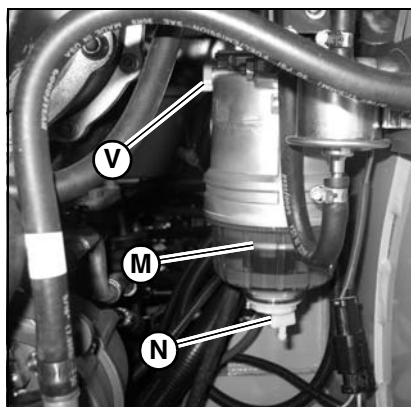

Figura 95 – Separador de agua
3. Inspeccione el separador de agua (Figura 95) para detectar la presencia de agua:
- Si el anillo indicador (M) se encuentra en la parte inferior de la taza, no es preciso actuar.
- Si el anillo indicador (M) está flotando y no se encuentra en la parte inferior de la taza, significa que hay agua y que se debe drenar.
5. Gire la palanca de la válvula de combustible (V) en el separador de agua a la posición CERRADO.
6. Afloje el tapón de drenaje (N) de la parte inferior del separador de agua. Deje que drene el agua hasta que el anillo indicador caiga a la parte inferior de la taza.
7. Apriete el tapón de drenaje (N) y deseche el agua/combustible de acuerdo con la normativa medioambiental.
3. Gire la palanca de la válvula de cierre de combustible (V, Figura 95) en el separador de agua a la posición CERRADO.
6. Gire la palanca de la válvula de cierre de combustible (V) en el separador de agua a la posición ABIERTO.